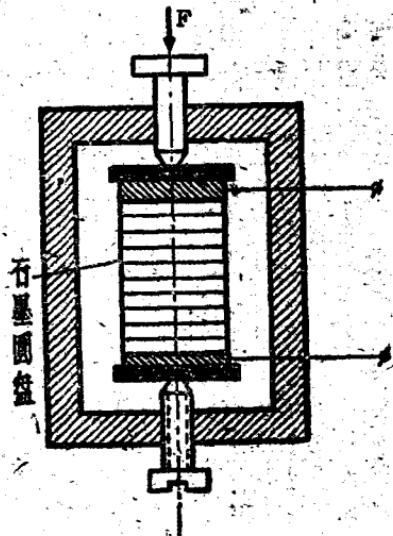

图5
3. 炭精感受器(图5) 它主要用来测量大的应力和压力(从10~1000公斤)。简单的炭精感受器设备是由石墨壁堆成的圆柱体，两端装有接触圆盘和支架装置。图中F是外